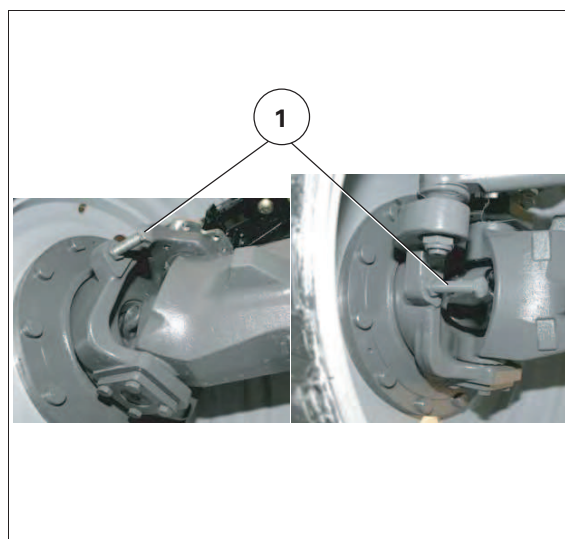

Fig. 2.
NOTA: En el caso de anchos de vía estrechos y con ciertos tipos de neumáticos, puede producirse contacto entre éstos y la carrocería cuando se giran las ruedas en posición máxima. Para evitar este contacto, los cubos llevan topes atornillados (1) fig. 2 que permiten limitar el ángulo de giro.